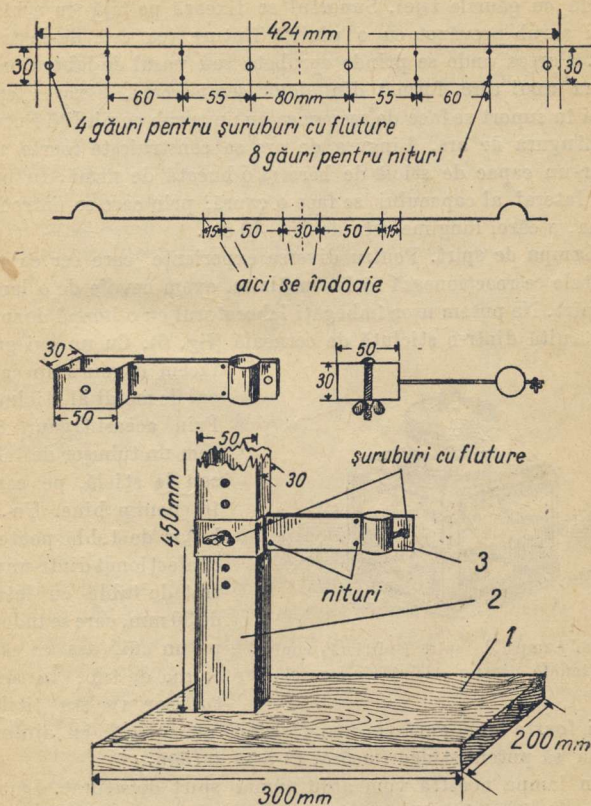

Fig. 5. Stativ de laborator confecționat de amator.
Stativ de laborator. Iată, acum, cum ne putem construi un stativ (fig. 5) foarte util laboratorului nostru. Dintr-o scîndură tăiem o bucată lungă de 300 mm și lată de 200 mm. Acesta e postamentul (1) stativului. O șipcă cu secțiunea de 30×50 mm și lungimea de 450 mm, va constitui tija stativului (2). Tija aceasta are o serie de găuri, toate pe aceeași linie, pentru a permite fixarea suportului (3) la diferite înălțimi. Tija se fixează de postament cu ajutorul unor cuie. Suportul (3) îl tăiem dintr-o bucată de tablă obișnuită, groasă de